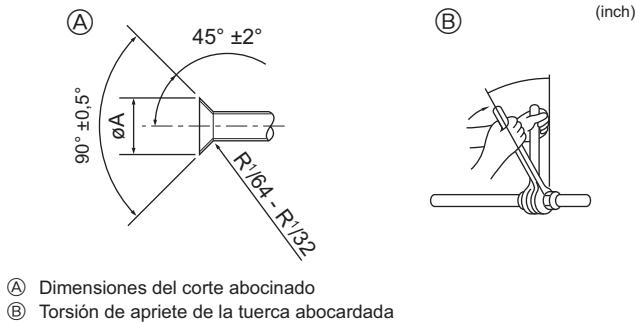

Fig. 4-2
Ⓐ (Fig. 4-2)	(mm [inch])
Ⓑ (Fig. 4-2)
4.2. Tubos de conexión (Fig. 4-2)